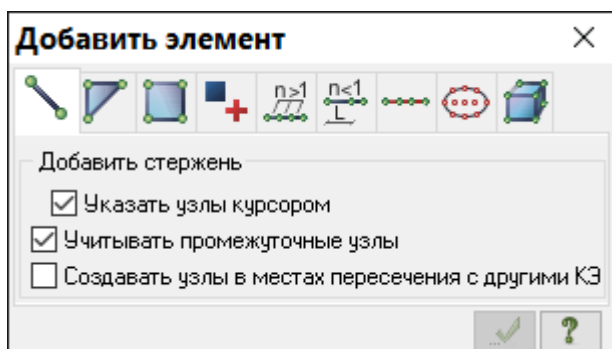

Рис.10.6. Диалоговое окно Добавить элемент
- Вызовите диалоговое окно **Добавить элемент** (рис.10.6) щелчком по кнопке  – **Добавить элемент** (панель **Создание** на вкладке **Создание и редактирование**).